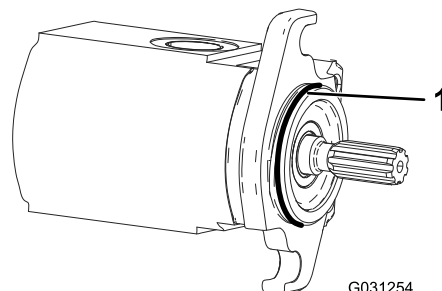

Bild 5
5. Fetten Sie die Seitenplatte ein, bis überschüssiges Fett aus der Fettöffnung austritt (Bild 5).